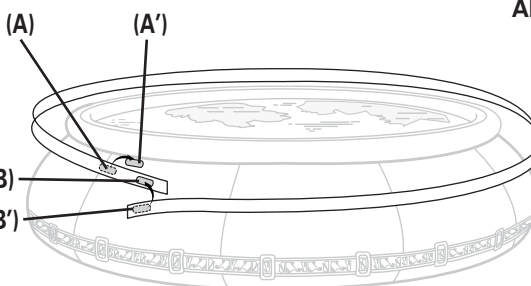

Abb. 25
Um die Umrandung anzubringen, den Punkt (A) der Umrandung auf den Punkt (A') des Beckens heften. Die Umrandung gut spannen, damit ihr das Ende (B) auf den Punkt (B') des Beckens geheftet werden kann, Abb. 25.